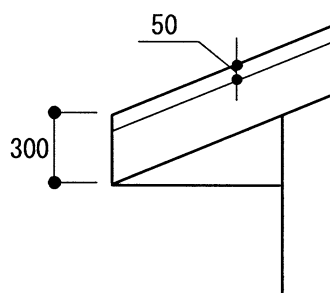

図 4
- c. 「けらば」については、図4に示すとおりとすること。